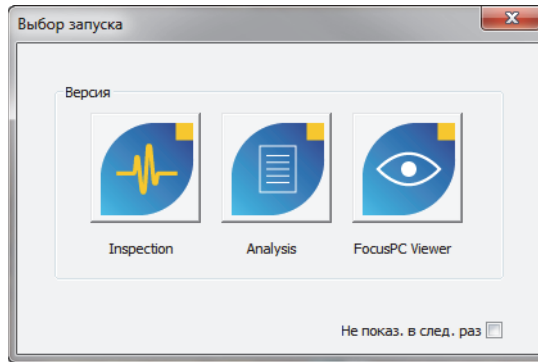

Рис. 1-27 Диалоговое окно **Варианты запуска**
5. В открывшемся диалоговом окне **Варианты запуска** (Рис. 1-27 на стр. 46) выберите нужную версию FocusPC.